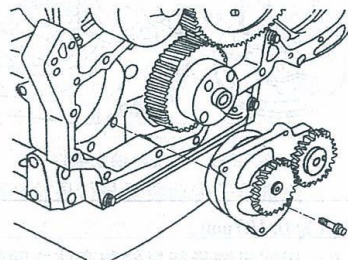
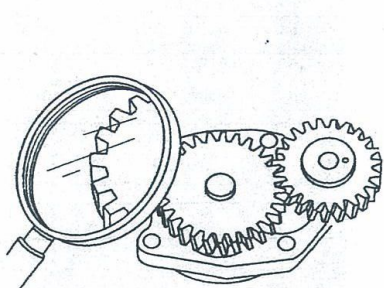

图 1-384 拆下机油泵
图 1-385 检查机油泵齿轮有无损伤
- 2) 从气缸体上拆下机油泵，见图 1-384；检查机油泵齿轮有无裂纹或过度磨损，见图 1-385。